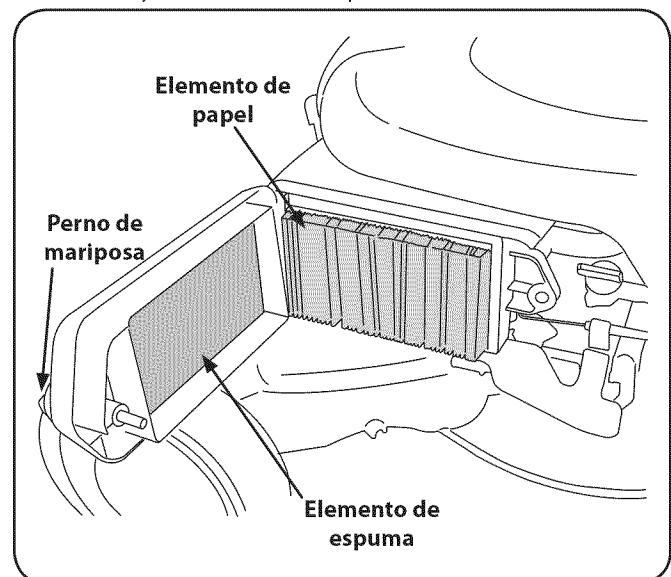

Figura 6-2
1. Retire el perno de mariposa y la cubierta del depurador de aire. Retire los elementos de espuma y papel. Vea la figura 6-2. Sustituya el elemento de papel cuando sucio o dañado. Sustituya el elemento de espuma cuando dañado.